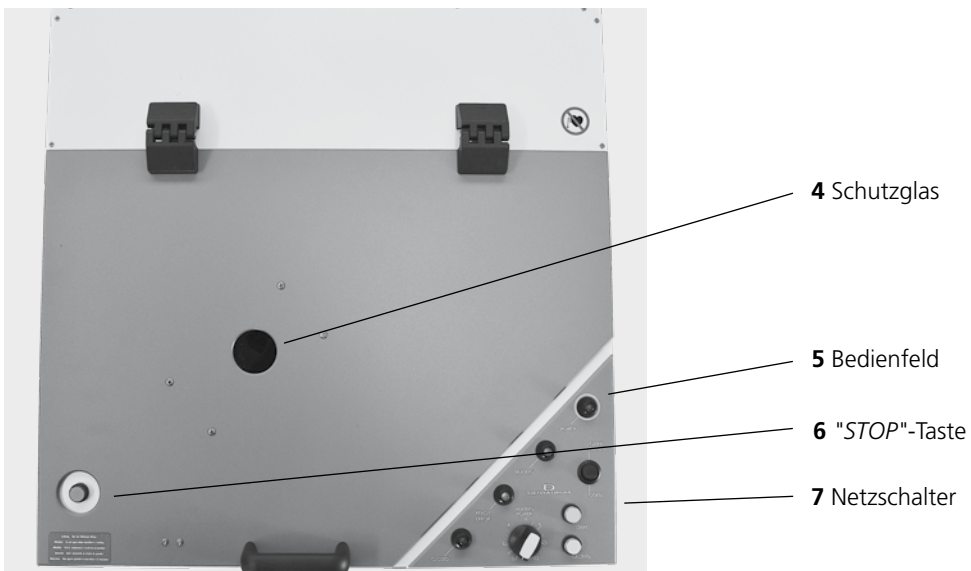

Fig. 2: Ansicht von oben
- Der Schmelzprozess kann mit Schließen des Deckels beginnen und über ein im Deckel integriertes Schutzglas (Fig. 2, Pos. 4) beobachtet werden.
- Das Gerät am Netzschalter (Fig. 2, Pos. 7) einschalten.